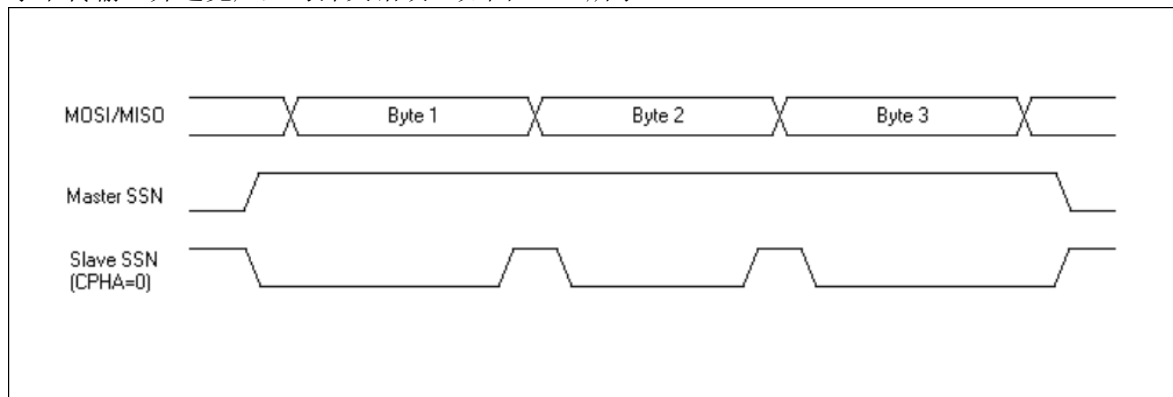
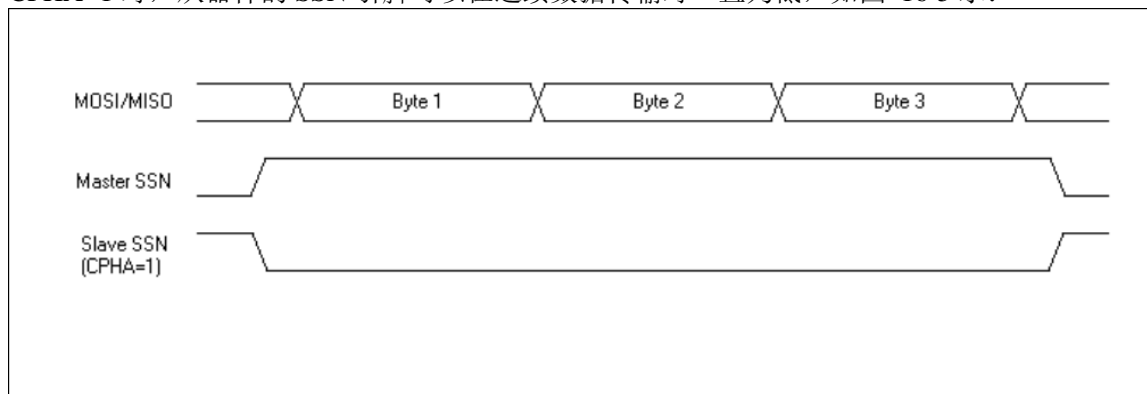

图 16-4 SPI SSN 时序图 ($CPHA=0$)
图 16-5 SPI SSN 时序图 ($CPHA=1$)
若 SPI 为从器件，则 $CPHA=0$ 时，SSN 引脚必须在每字节数据传输后拉高，以便可以拉低启动下一字节传输，并避免产生写冲突错误。如图 16-4 所示：
$CPHA=1$ 时，从器件的 SSN 引脚可以在连续数据传输时一直为低，如图 16-5 示：
- 6、从器件模式处理较为特殊，当 CPHA=0 时，从器件的 SSN 引脚拉低启动数据传输，从器件的 SSN 引脚拉高结束数据传输（即使在此之前 SPIF 中断已经产生），因为从器件不知道传输何时开始，当 SSN 引脚拉低后，MISO 引脚立即开始数据 MSB 的传输（见图 16-4）。当 CPHA=1 时，从器件在串行时钟的第一个沿启动数据传输，在 SPIF 置位后结束数据传输（见图 16-5）。